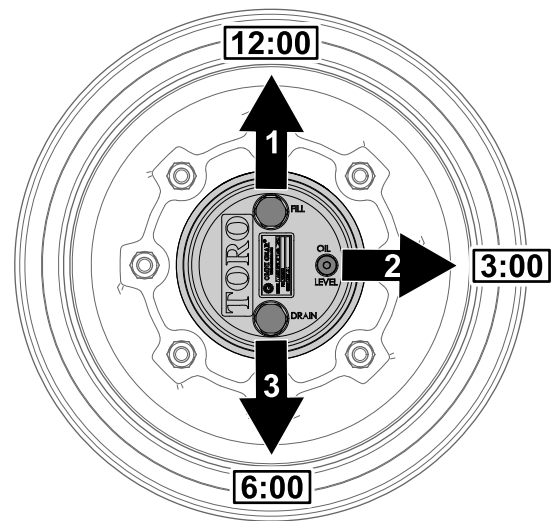

Рисунок 137
1. Припаркуйте машину на ровной поверхности, расположите колесо так, чтобы пробка заливного отверстия находилась в положении «12 часов», пробка контрольного отверстия – в положении «3 часа», а пробка сливного отверстия – в положении «6 часов» (Рисунок 137).
2. Снимите пробку контрольного отверстия, расположенную в положении «3 часа» (Рисунок 137).
- Припаркуйте машину на ровной поверхности, расположите колесо так, чтобы пробка заливного отверстия находилась в положении «12 часов», пробка контрольного отверстия – в положении «3 часа», а пробка сливного отверстия – в положении «6 часов»; см. Рисунок 137 в разделе Проверка масла в планетарном редукторе (страница 84).